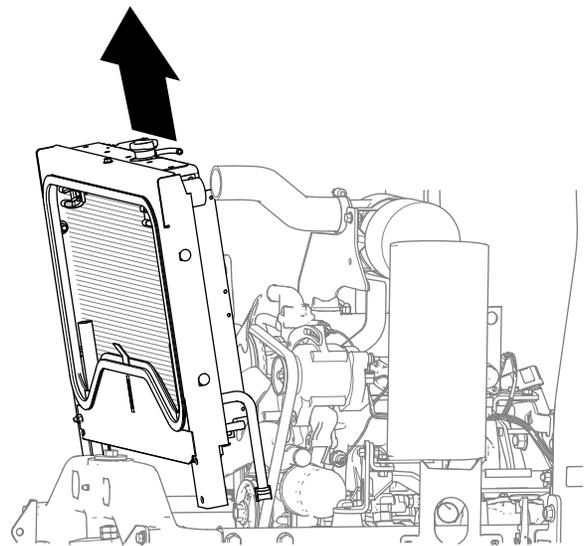

Figura 21
3. Levante el radiador para sacarlo de la máquina (Figura 21).